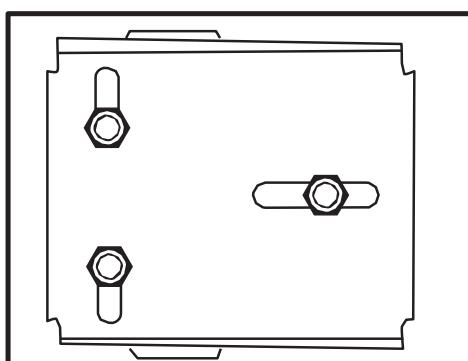

図 1:ハンドル固定アセンブリ
- A. ハンドル:ねじ付きブレーキアセンブリシャフトにハンドル(図1の5)を挿入します。ブレーキパッドにハンドルが接触するようにねじで装着します。
- B. ハンドル固定アセンブリ:ボルト(図1の1)に、平ワッシャ(図1の2)、スペーサー(図1の3)、ばね(図1の4、スペーサーに被せる)を装着します。図1を再度チェックし、組み立て順序が正しいことを確認します。図1で組み立てた固定部品をボルトに装着した状態で、ブレーキシャフトのねじの先端にボルトを挿入し、しっかりと締め付けて固定します。